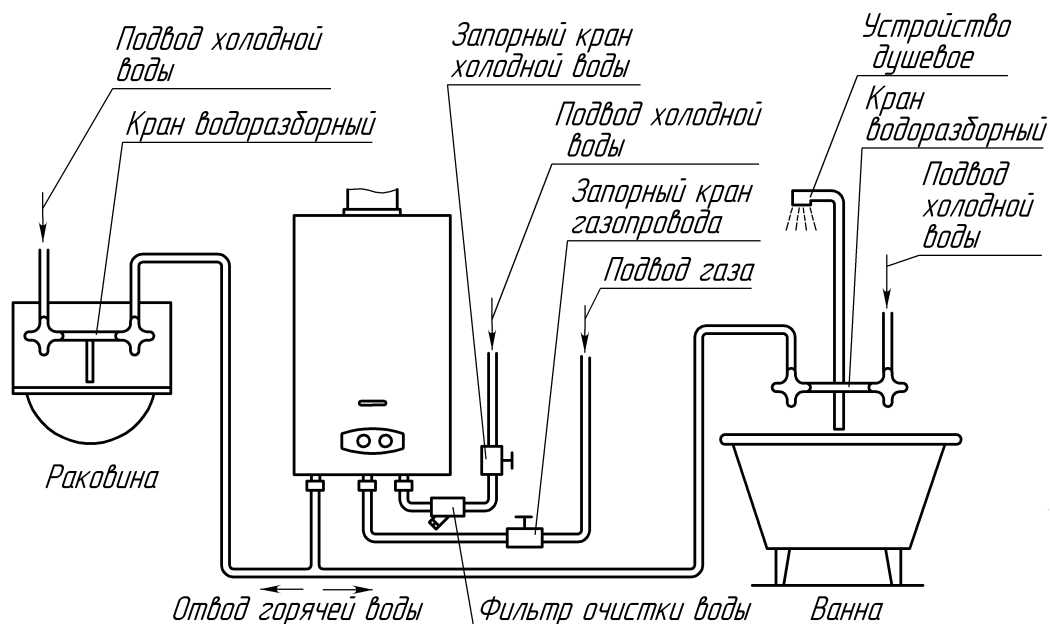

**Рисунок 4. Установка аппарата на трудногорючих стенах**
2.3.6 Допускается установка аппарата на трудногорючих стенах при условии изоляции стены оцинкованным листом толщиной 0,8...1 мм по листу базальтового теплоизоляционного картона БТК толщиной 3...5 мм. Изоляция должна выступать за габариты корпуса аппарата не менее чем на 100 мм с каждой стороны (рис. 4).
2.3.7 Расстояние от боковых поверхностей аппарата до трудновоспламеняемых стен без применения теплоизоляции должно быть не менее 250 мм. При уменьшении указанного расстояния до 150 мм, необходимо установить теплоизоляцию (рис. 4).
- расстояние от боковой поверхности аппарата до боковой стены не менее 150 мм (рис. 4);